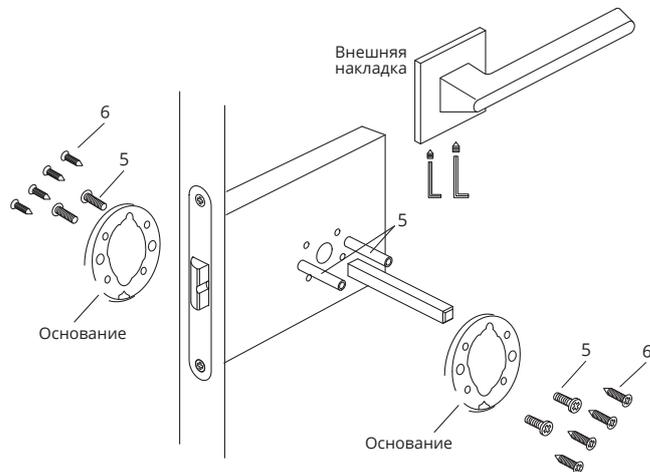

Рис.7
13. При установке ручек на дверном полотне используются саморезы, дополнительно могут быть использованы стяжные винты*. Схема установки на (Рис. 7).